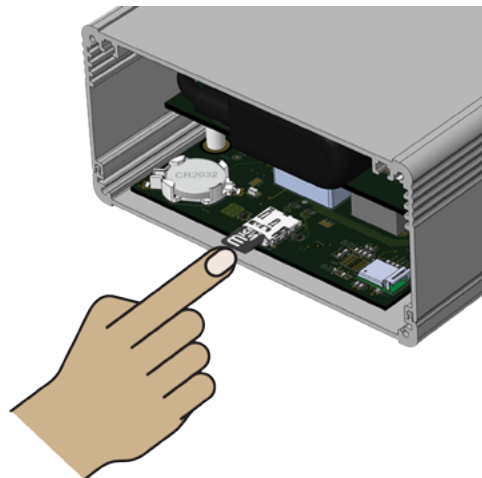

Abbildung 21: Neue MicroSD-Karte einschieben
- Schieben Sie eine neue Karte in das Fach ein und drücken Sie das hervorstehende Ende hinein, bis es einrastet und die Karte im Fach arretiert ist. Siehe Abbildung 21 unten.